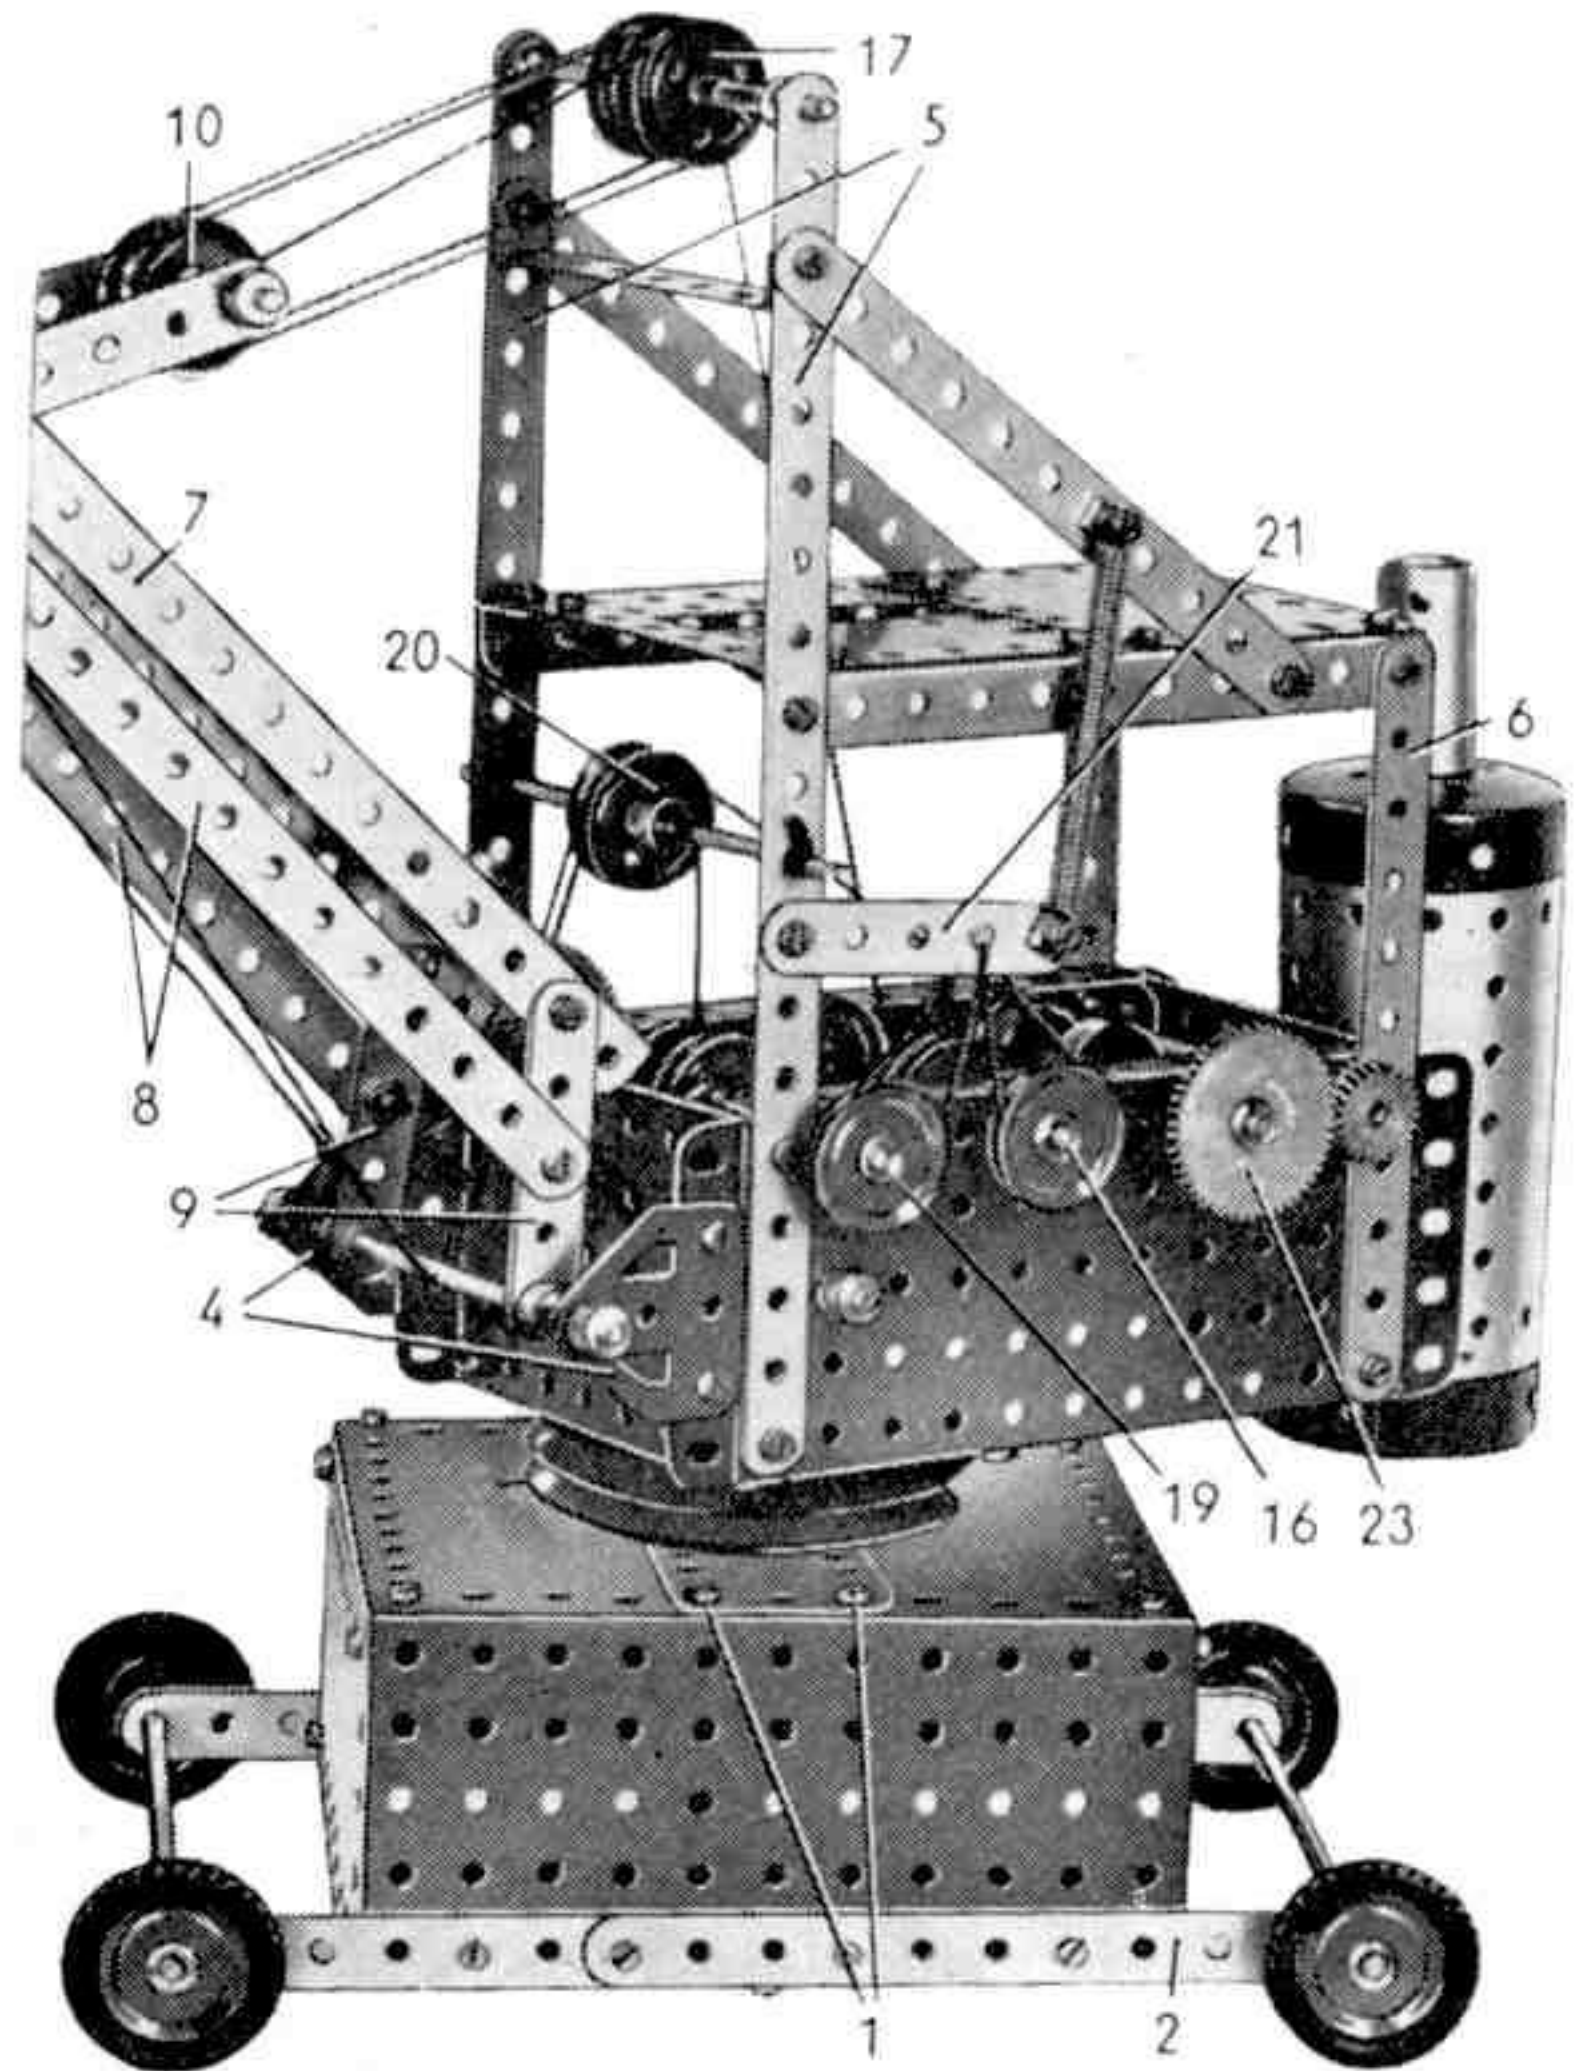
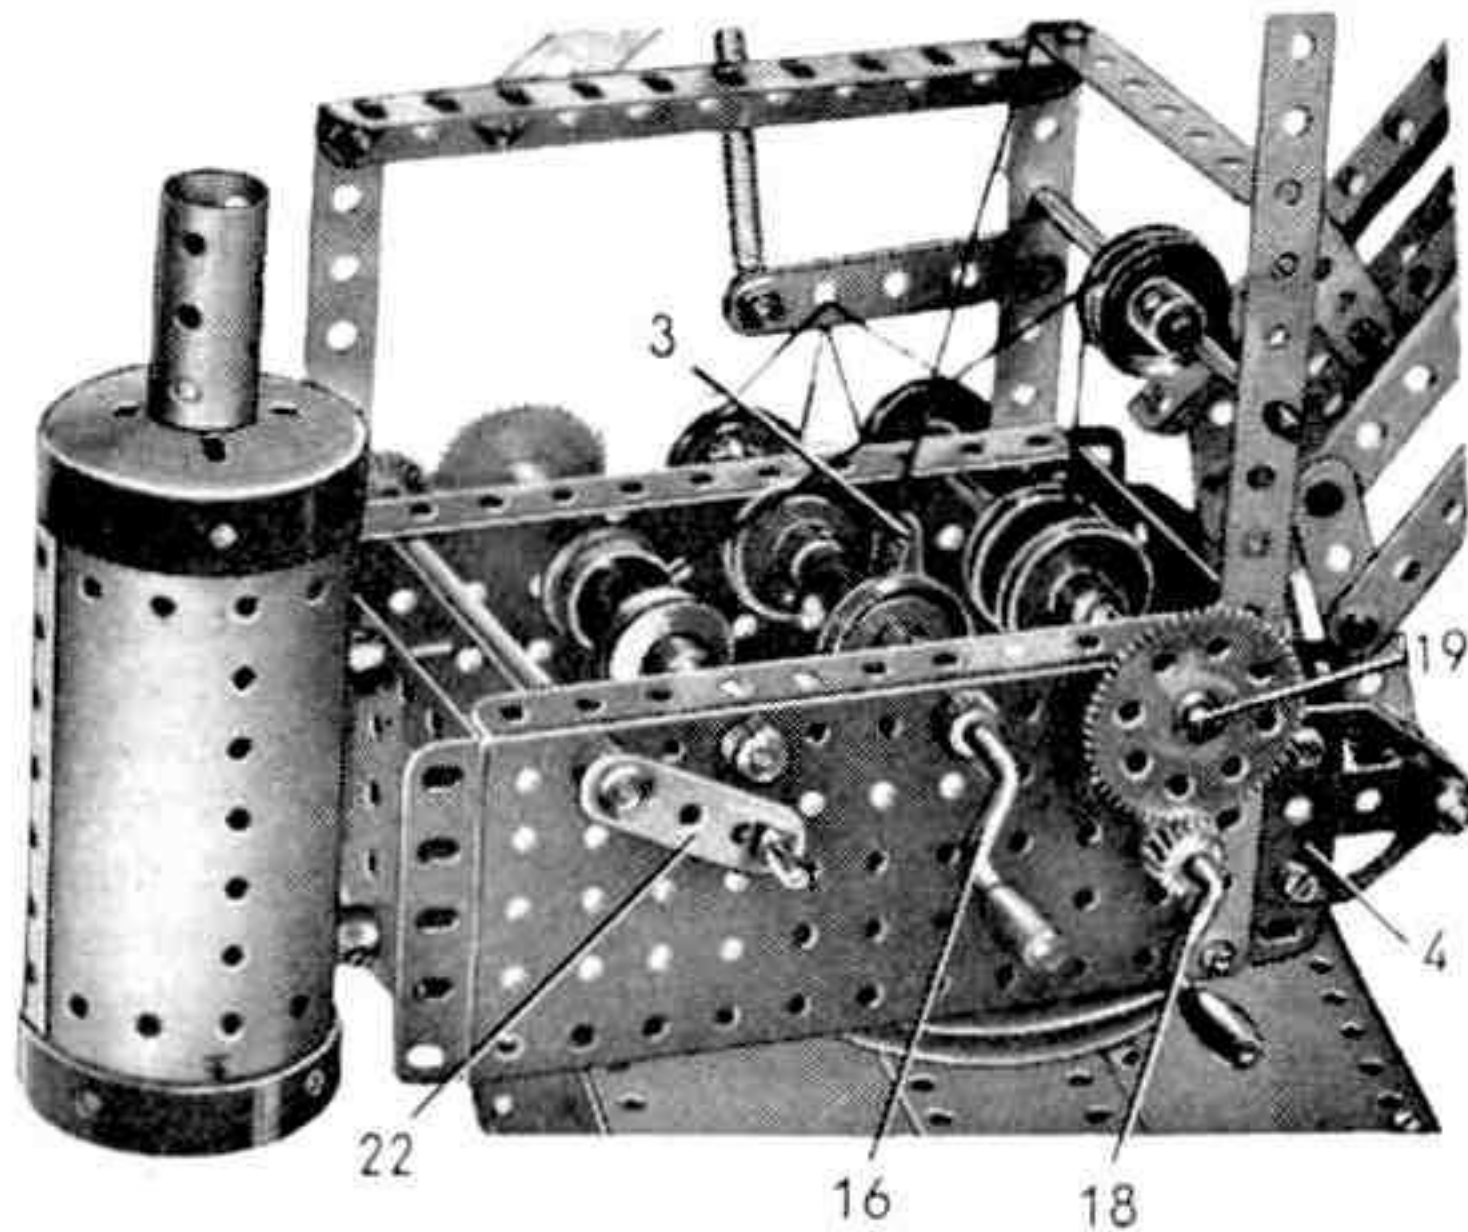

Fig. 2
Fig. 3
La base du modèle est formée de deux plaques à rebords de 14×6 cm. Les rebords supérieurs de ces plaques sont réunis par quatre cornières de 11 trous. Deux des cornières sont placées aux angles des plaques, les deux autres sont tenues par les boulons (1) (fig. 2). Les rebords
Deux bandes de 19 trous (5) sont boulonnées verticalement à l'avant de la cabine et deux bandes de 11 trous (6) sont placées de même à l'arrière (fig. 2). Une cornière de 11 trous horizontale réunit de chaque côté le sommet de la bande (6) à la bande (5). Les cornières sont réunies à leurs extrémités par des bandes de 7 trous. Une bande coudée de 90×12 mm. est placée entre les bandes (5) à trois trous de leur sommet. Les boulons qui les fixent tiennent également de chaque côté une bande oblique de 11 trous dont l'autre extrémité est fixée à la cornière de 11 trous.
Inclinaison de la flèche. — Elle est commandée par une manivelle (16) (fig. 3). La manivelle est tenue en place par une bague d'arrêt et une poulie de 25 mm. Elle porte à l'intérieur de la cabine deux poulies de 25 mm, entre lesquelles s'enroule une corde. Cette corde passe sur l'une des trois poulies folles de 25 mm. (17) montées sur une tringle de 10 cm. au sommet des bandes (5) (fig. 2). La corde passe ensuite autour d'une des poulies folles (10), autour de la seconde poulie (17), autour de la seconde poulie (10), autour de la troisième poulie (17) et est finalement attachée à la tringle qui porte les poulies (10).
Angle du bras de la pelle. — Il est commandé par une manivelle (18) qui porte un pignon de 19 dents. Ce pignon engrène sur une roue de 57 dents montée sur une tringle de 13 cm. (19). (fig. 3). La tringle (19) est tenue en place par une poulie de 25 mm. Elle porte à l'intérieur de la cabine, deux poulies de 25 mm, entre lesquelles s'enroule la corde de commande. Cette corde passe sur une des poulies de
Un dispositif de freinage commun à la manivelle (16) et à la tringle (19) apparaît sur la figure 2. Ce frein est formé d'une bande de 5 trous (21) articulée par contre-écrou sur une des bandes (5). Une corde passe autour des poulies bloquées sur la manivelle (16) et la tringle (19). Les cordes sont attachées à la bande (21). D'autre part un ressort est tendu entre l'extrémité de la bande (21) et un boulon de 9,5 mm. tenu par deux écrous dans l'une des bandes obliques de 11 trous.
Mouvements de la pelle. — Ils sont commandés par une manivelle (22). La manivelle (22) (fig. 3) est formée d'un bras de manivelle muni d'une cheville fileté et bloqué à l'extrémité d'une tringle de 11,5 cm. A son autre extrémité, la tringle porte un pignon de 25 dents (fig. 2) qui entraîne une roue de 50 dents (23). La roue dentée (23) est fixée à l'extrémité d'une tringle de 11,5 cm. qui est munie, à l'intérieur de la cabine, de deux roues à boudin de 19 mm, entre lesquelles s'enroule une corde. Cette corde passe sur la seconde poulie (20), sous l'axe d'articulation de la flèche, sur la tringle de 7,5 cm. qui articule le bras de la pelle sur la flèche, sur la poulie (14) et elle est finalement attachée à la bande coude (15). Une courroie élastique de 25 cm. (24) attachée à l'arrière de la pelle est passée sur le support double (13). Cette courroie provoque automatiquement l'abaissement de la pelle quand le câble de commande est relâché.